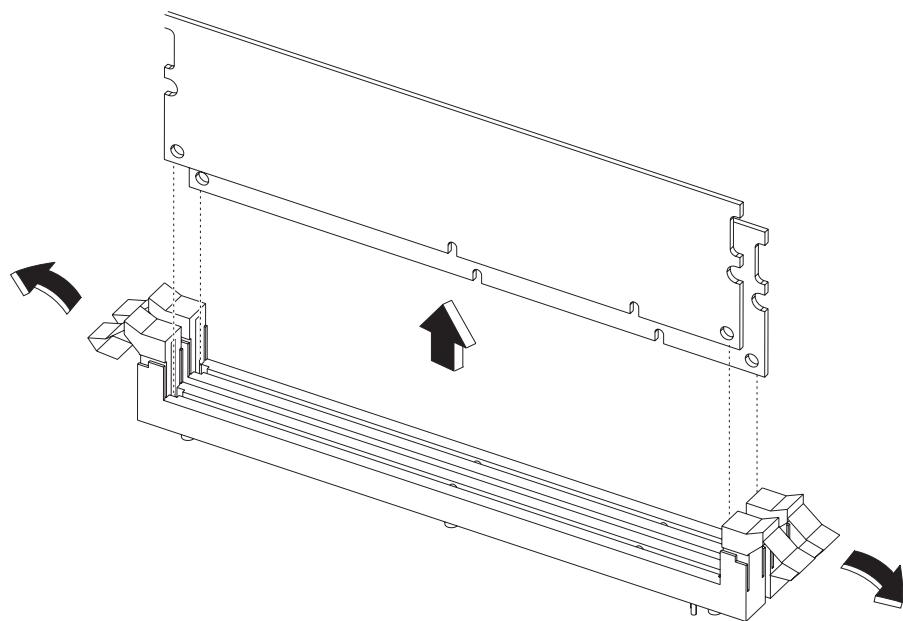

图 26. 卸下系统板上的内存模块
3. SurePOS 100 系统板在板的右前端有两个内存模块插槽。请参阅图 26，并小心地松开系统板上内存插座两侧的卡销。内存模块可以同时安装在两个插槽位置，也可以安装在其中一个位置。